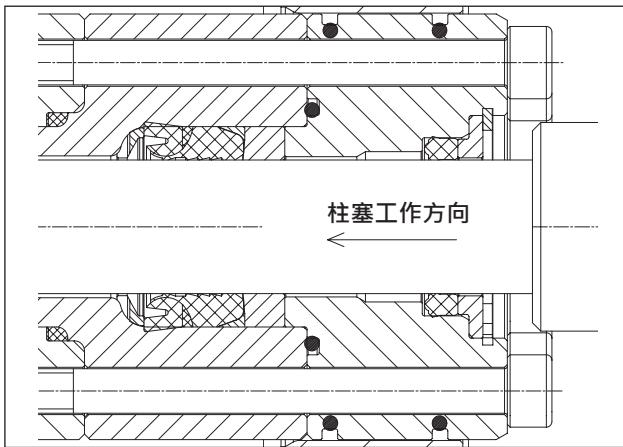

图 127
L.P. (低压) 密封圈必须按照图 127 和图 128 所示，使密封唇沿柱塞的工作方向插入支座，并用 OKS 1110 型硅脂轻轻润滑外径。